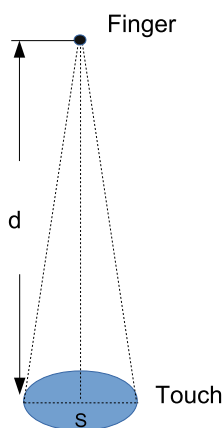

图 39-6. 感测面积示意图
- 检测距离 (d) 最大为 16 cm (感应面积 (S) 为 20 cm2)，如图 39-6 所示。